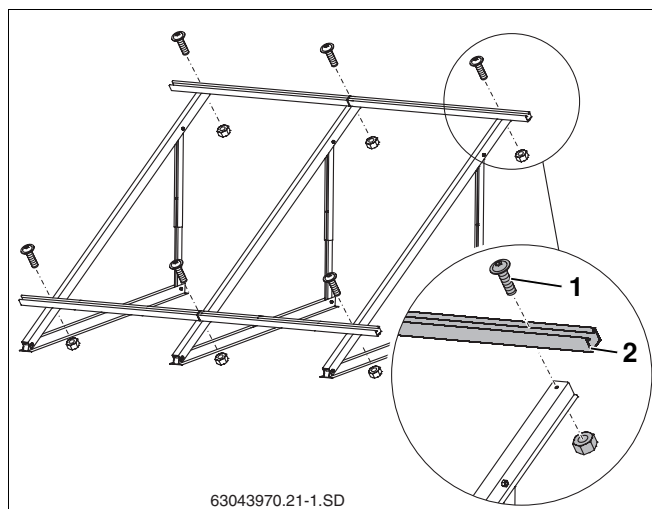

Fig. 34 Montage des rails profilés (ici : pour 2 capteurs verticaux)
- ▶ Visser les rails profilés prémontés fig. 34, **Pos. 2)** avec des vis M8 x 20 fig. 34, **Pos. 1)** sans serrer pour pouvoir les positionner plus facilement par la suite.